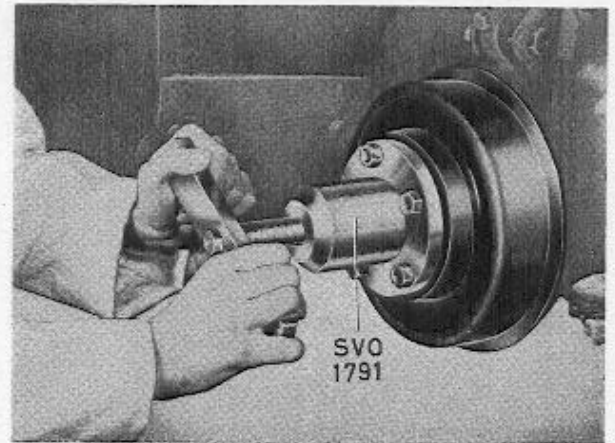

Abb. 21 Ausbau der Nabe
2. Handbremse lösen, Radnabe mit Werkzeug SVO 1791, siehe Abb. 21, abziehen.